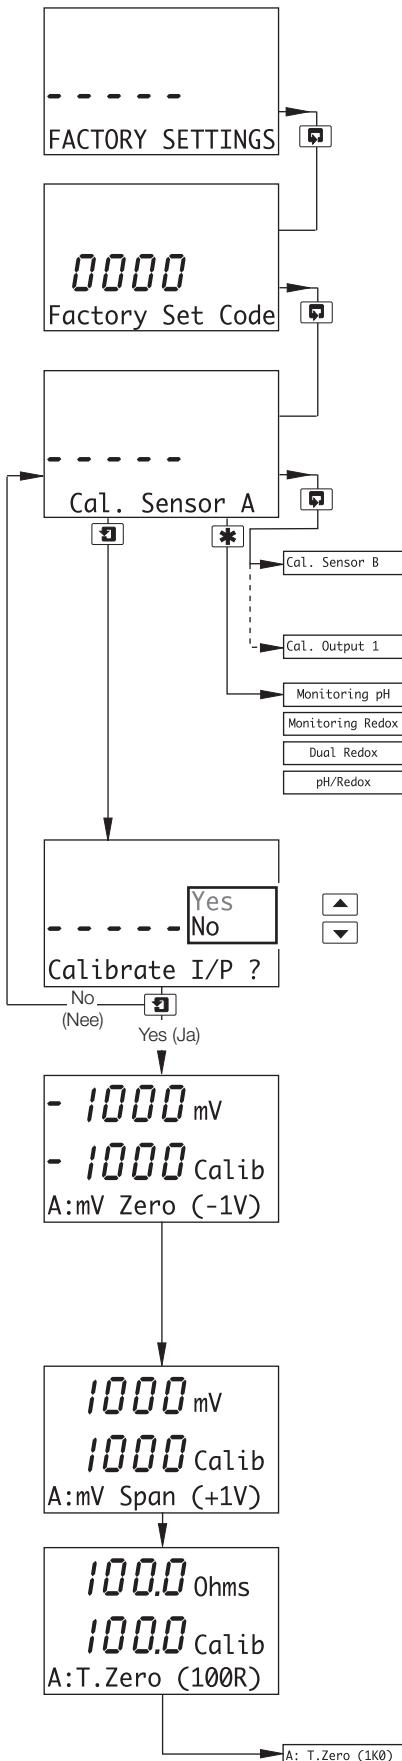

Afb. 7.1 Aansluitingen voor de terminalkoppelingen van de omvormer en de weerstandsdecade
- Sensor A (afb. 7.1):
Sensor B (alleen omvormers met twee ingangen, zie afb. 7.1):